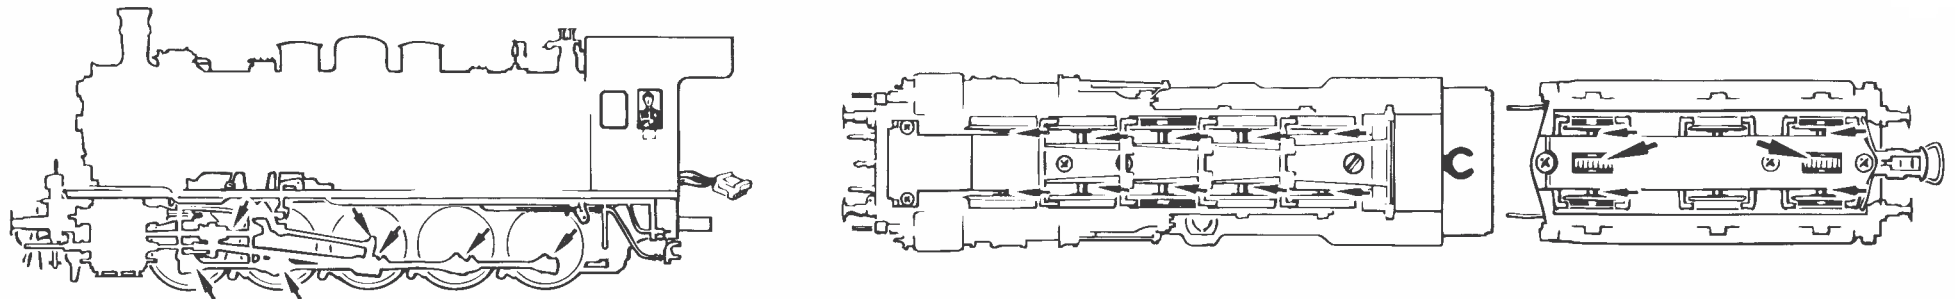
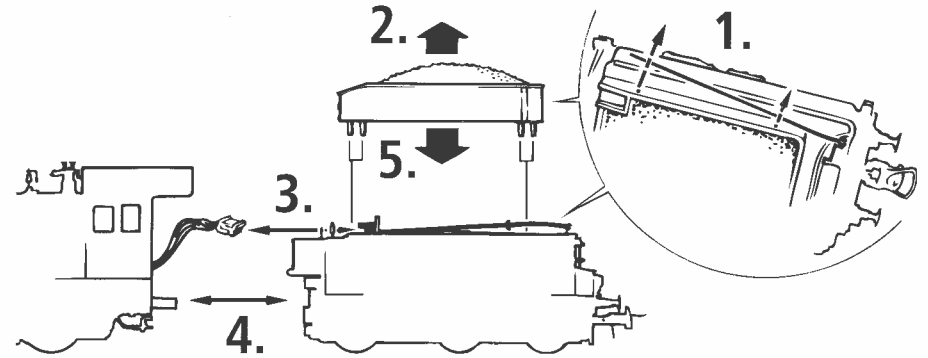

Fig. 5
Fig. 4
**2. Schmierung:** Versehen Sie die im Schmierplan in Fig. 10 gekennzeichneten Stellen mit nur **kleinen Öltropfen**. Dazu zuerst das Lok- bzw. Tendergehäuse abnehmen (Fig. 4, Fig. 5). Wir empfehlen den ROCO **Öler Art.-Nr. 10906**. Fürs Schmieren der Getriebeteile (Zahnräder, Schnecke) empfehlen wir das **ROCO-Spezialfett Art.-Nr. 10905**. Im Falle der Schmierung diese Teile **nicht ölen**.
**3. Lämpchenwechsel:** Bitte nehmen Sie zuerst das Lokgehäuse bzw. das Tendergehäuse ab (Fig. 4, Fig. 5). Danach können Sie die **Lämpchen** wechseln (Fig. 8, Fig. 8).
**2. Lubrication:** Apply **tiny oil drops** to spots marked in fig. 10. Prior to lubrication dismantle the loco body or the tender body (fig. 4, fig. 5). We recommend using item no. **10906, Roco oiler**. For lubrication the gearparts (e.g. cogwheels, worm) we would recommend our Roco **special grease** (item no. **10905**).
**3. Change of lights:** First remove loco body and the tender body (fig. 4, fig. 5) and then change lights (fig. 8, fig. 8).
**4. Steam generator application:** First remove the loco body (fig. 4) and then push in the Seuthe steam generator no. 10 (running in digital mode: use no.11) (fig. 7).
**2. Graissage:** N'appliquez **qu'une toute petite goutte** aux endroits indiqués par le plan de graissage (fig. 10) après avoir démonté la caisse du locomotive/tender (fig. 4, fig. 5). Nous vous recommandons **le graisseur à huile Roco réf. 10906**. Pour graisser les engrenages (roues dentées, vis sans fin) nous vous conseillons la **graisse spéciale Roco réf. 10905** pour engrenages en matières synthétiques. Lorsque vous utilisez cette graisse il faut éviter d'huiler ces composants.
**3. Remplacement des ampoules:** Veuillez démonter d'abord la caisse de votre locomotive et la caisse du tender (fig. 4, fig. 5) puis vous pouvez **échanger les ampoules** (voir fig. 8, fig. 8).
**4. Emploi d'appareil fumigène:** Veuillez démonter d'abord la caisse de votre locomotive (fig. 4) et introduisez ensuite le fumigène au chassis (fig. 7) **Attention:** Le fumigène Seuthe n° 10 n'est à utiliser qu'en exploitation classique >>>analogue<<<. Pour une locomotive munie d'un décodeur de commande numérique faites appel au fumigène Seuthe n° 11!
**6. Remplacement des balais du moteur:** Démontez la caisse du tender (voir fig. 5). Sortez ensuite le moteur de son longement (voir fig. 13) et échangez finalement le balais.